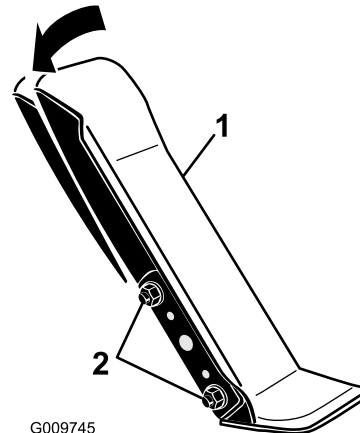

Figura 67
1. Afloje las dos tuercas y pernos que fijan el lado izquierdo del pedal de tracción al soporte (Figura 67).
2. Ajuste el pedal al ángulo deseado y apriete las tuercas (Figura 67).